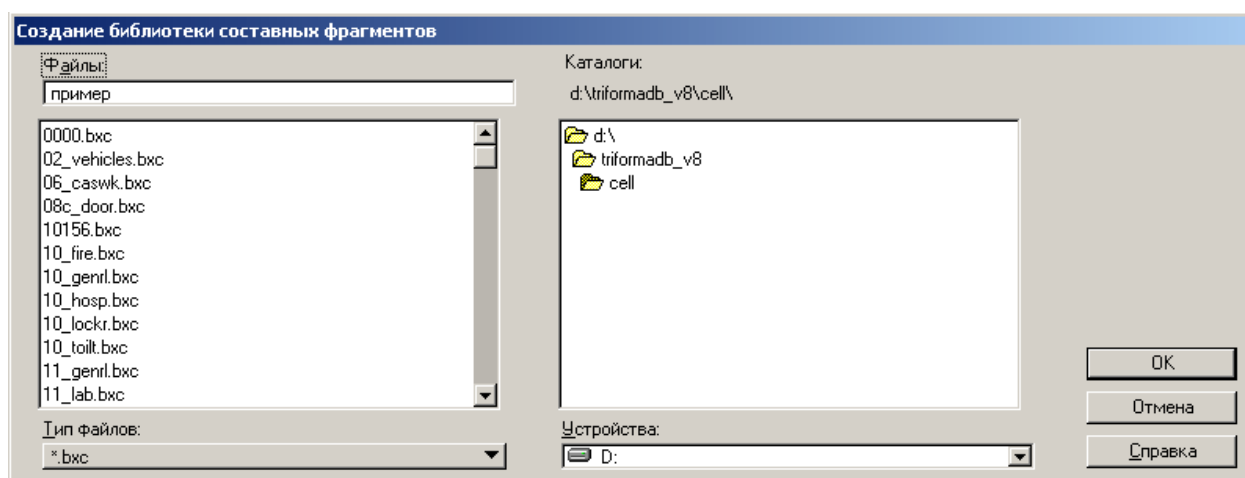

Рисунок 27
1. В падающем меню *Файл* выбрать *Создать библиотеку*. Откроется диалоговое окно *Создание библиотеки составных фрагментов* (Рисунок 27).